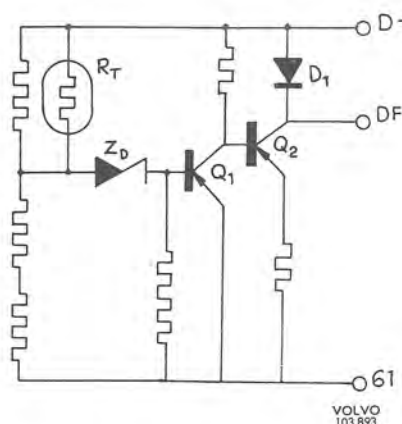

Bild 3-45. Transistorregulatorns inre koppling
När tändlåset slås till flyter en ström genom laddningskontrolllampan till anslutning D+ (61) på generatoren. Därifrån leds strömmen till regulatorn. I regulatorn leds strömmen via effekttransistorn Q2, bild 3-45 till DF-uttaget på gen. Från DF-uttaget leds strömmen över två borstar och släpringar, genom fältlindningen i rotorn till jord.